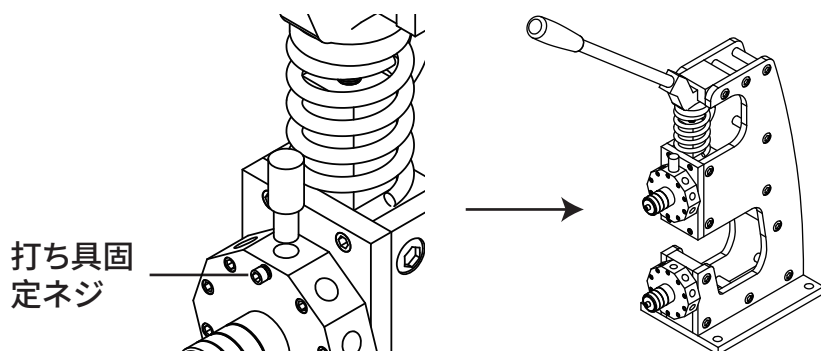

図3
- 3、図3のように、金型固定ネジ(I)を使用して上型(オス)をしっかりと固定します。